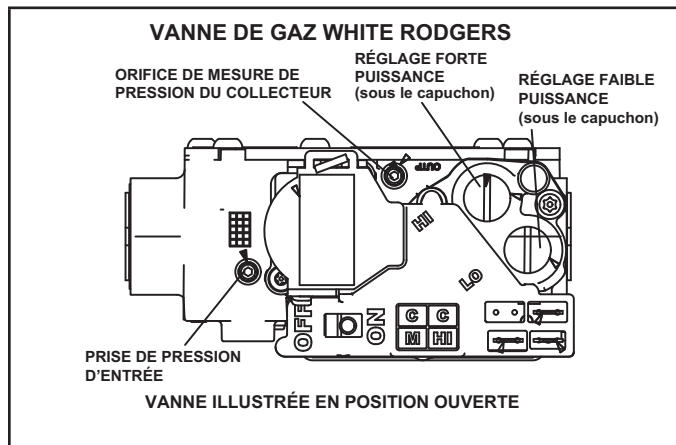

FIGURE 63
Fonctionnement de la vanne de gaz (FIGURE 63)
- 6 - Mettre le contacteur de la vanne de gaz sur **OFF**. Voir FIGURE 63.
- 8 - Mettre le contacteur de la vanne de gaz sur **ON**. Voir la FIGURE 63.
Une connexion située sur la vanne de gaz permet d'accéder à la pression d'alimentation. Voir FIGURE 63. Dévisser la vis à tête hexagonale de 3/32 d'un tour, brancher un tube de 5/16 po et brancher un manomètre pour mesurer la pression d'alimentation. Voir le TABLEAU 16 pour la pression de la conduite d'alimentation.
Une connexion située sur la vanne de gaz permet d'accéder à la pression du collecteur. Voir FIGURE 63. Dévisser la vis à tête hexagonale de 3/32 d'un tour, brancher un tube de 5/16 po et brancher un manomètre pour mesurer la pression du collecteur.
- 5 - Au besoin, faire les ajustements nécessaires. La FIGURE 63 indique l'emplacement des vis de réglage des puissances mini et maxi.